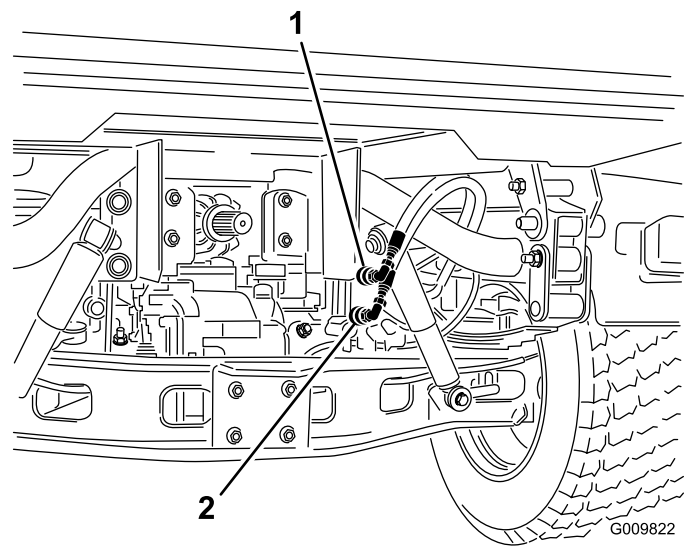

Figure 76
2. Sur les deux machines, débranchez les 2 flexibles à raccords rapides des flexibles fixés au support de raccord (Figure 76).